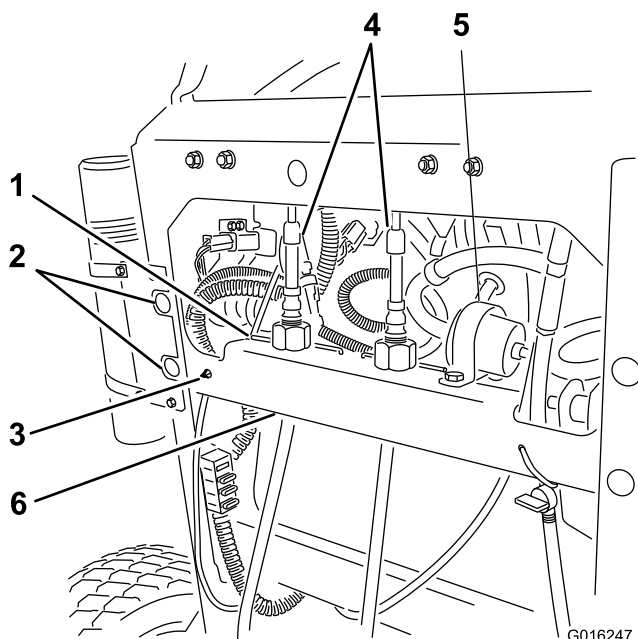

Figura 5
1. Retire el muelle de alambre que sujeta las tuercas de ajuste de la dirección (Figura 5).
3. Retire los cables del travesaño (Figura 5 y Figura 12).
6. Afloje la abrazadera en R grande y retire el filtro de la abrazadera en R (Figura 5).
7. En el lado izquierdo del travesaño, apriete el clip del conducto y páselo por el travesaño (Figura 5).
8. Retire los cuatro pernos y retire el travesaño de la máquina. Guarde estos herrajes y el travesaño (Figura 5).